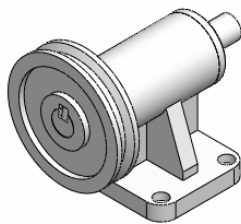

图 13-52 平行装配 1
⑦ 选择菜单栏中的“工具”→“配合”命令，或者单击“装配体”工具栏中的“配合”图标，弹出“配合”属性管理器。将相机橇正面和传动装配体中的基座正面进行平行装配，如图 13-52 所示。